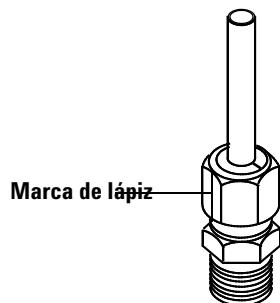

Figura 11 Marcado de la conexión
- 7 Marque la tuerca con un lápiz (Figura 11).